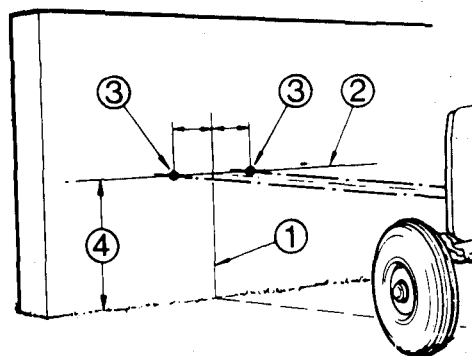

Fig. 33.
3. Trek door dit punt een verticale lijn (1 fig. 33).
4. Trek door de verticale lijn (1 fig. 33) een horizontale lijn (2 fig. 33) op de hoogte van de koplampen (4 fig. 33).
5. Markeer 2 punten (3 fig. 33) op de horizontale lijn met dezelfde onderlinge afstand als tussen de middelpunten van de koplampen, gelijk verdeeld aan weerszijden van de verticale lijn (1 fig. 33).
6. Stel elke koplamp afzonderlijk af, door de andere af te dekken, zodat de punten (3 fig. 33) die op de muur zijn aangebracht in het midden van de lichtbundel vallen. Het midden van de bundel kan gevonden worden door de uiterste van de lichtbundel zowel vertikaal als horizontaal te meten en door 2 te delen.